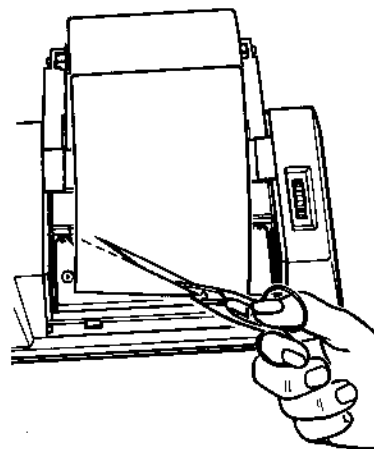

Fig. 9
- Insérer le papier dans l'ouverture (5) située à l'arrière de l'imprimante. Une découpe biseautée de l'un des angles du papier est recommandée (figure 9).